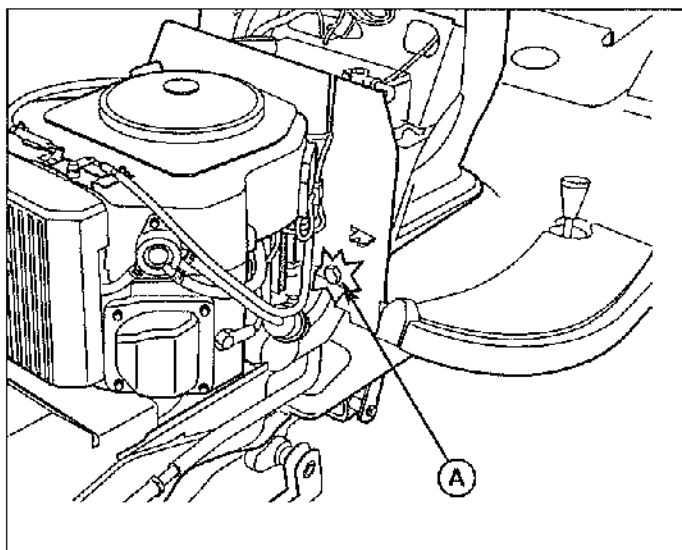

Figure 48. Réglage de l'aide au relevage manuel
1. Repérer le boulon de réglage (A, figure 48) dans le coin en bas à gauche de la cloison du compartiment moteur.
2. Faire tourner le boulon (A) à droite pour augmenter l'aide. Faire tourner le boulon (A) à gauche pour la diminuer.